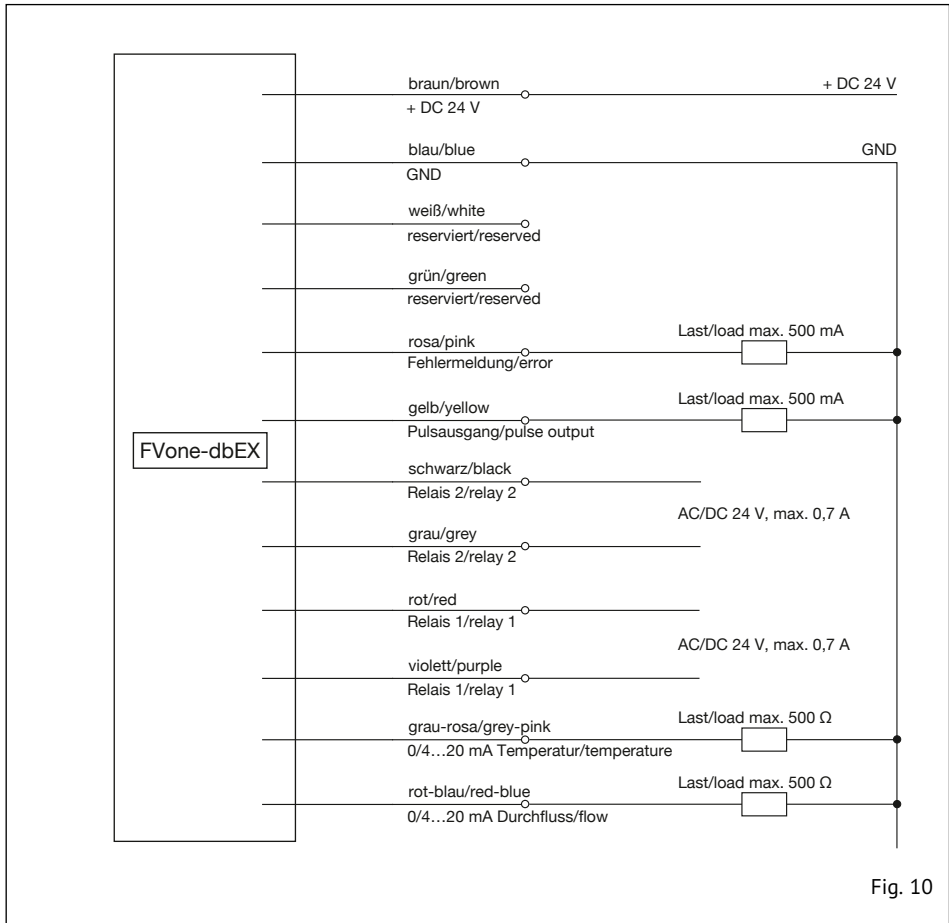

Fig. 10
- 1 Verbindung mit dem Kabel entsprechend dem Anschlussbild (siehe Fig. 10) herstellen.
- 1 Connect the cable according to the connection diagram (see fig. 10).